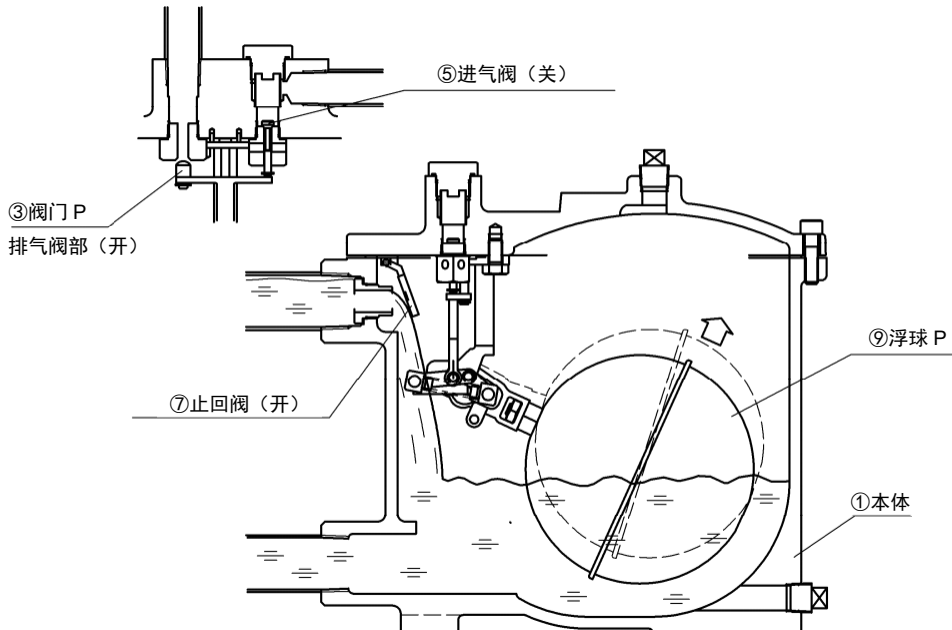

图 3：状态 1
冷凝水从冷凝水入口起经由止回阀⑦流入本体①内部，浮球（P）⑨在浮力的作用下上升。（参照图 3）